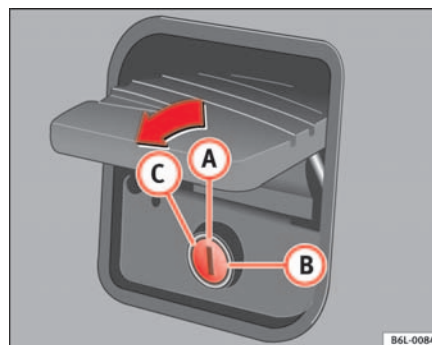

Abb. 50 Gepäckraum-
Der Schlitz des Schlosses muss senkrecht stehen ⇒ Abb. 50 (A).
Wenn der Schlitz im Schloss (A) ⇒ Abb. 50 senkrecht steht, wird die Heckklappe automatisch über die Zentralverriegelung ent- und verriegelt. Die Heckklappe kann auch mit dem Schlüssel entriegelt werden.
Wenn der Schlitz im Schloss waagrecht steht (B) ⇒ Abb. 50, bleibt die Heckklappe nach dem Schließen permanent verriegelt und kann nur mit dem Hauptschlüssel entriegelt werden.
Zum Entriegeln der Heckklappe muss der Schlüssel in Pfeilrichtung bis zum Anschlag (C) ⇒ Abb. 50 gedreht werden. In dieser Stellung kann der Schlüssel nicht aus dem Schloss abgezogen werden. ▶